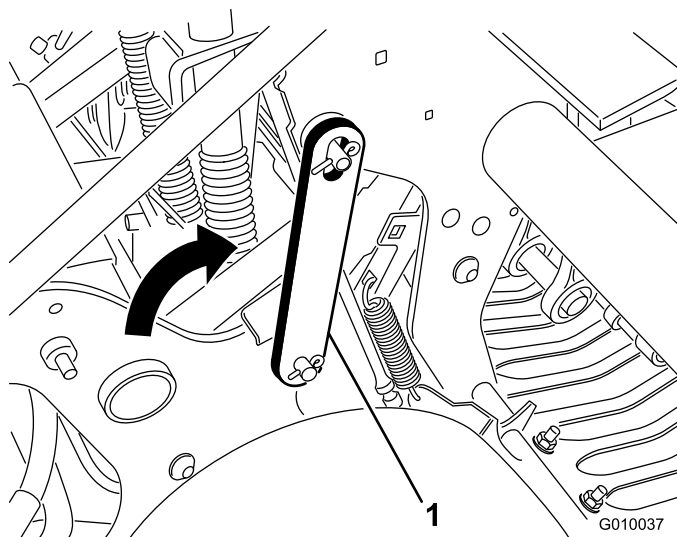

図 22
3. ラッチを後ろ向きに回転させて、コアリング・ヘッドのピンにはめ込む（図 22）。クリップ・リングで固定する。